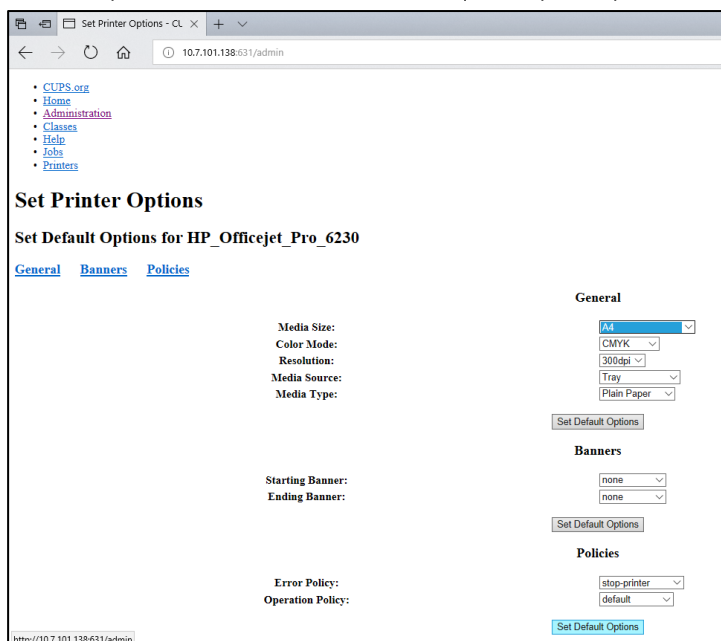

Figura 78. Selezione del formato di stampa corretto.
7. Selezionare il Media Size (Formato di stampa) corretto (ad esempio "A4") perché alcune stampanti non stampano se il formato della carta è sbagliato. Successivamente, salvare la selezione premendo Set Default Options (Imposta opzioni predefinite) (Figura 78).